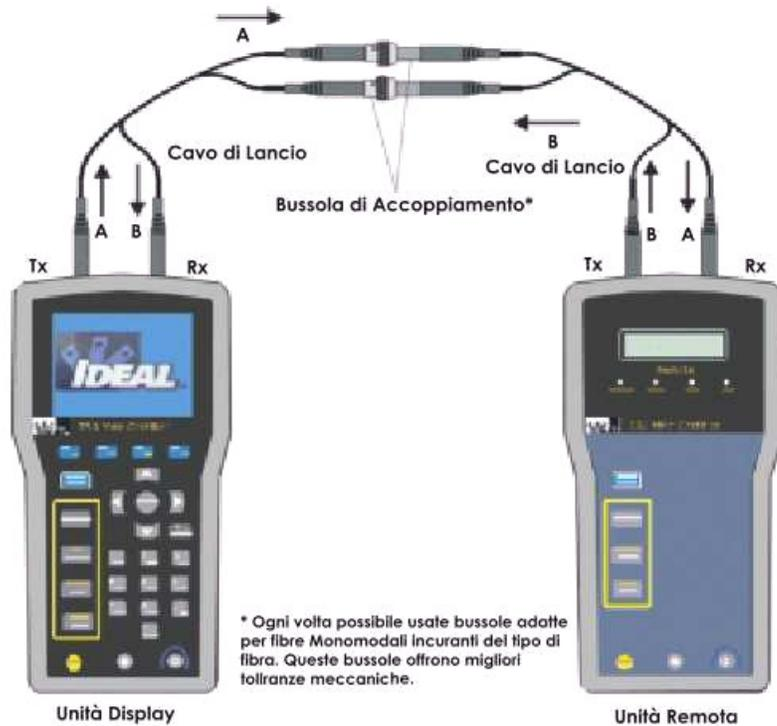

Figura 5: Configurazione ideale della Calibrazione da Campo
1. Collegate le unità Display e Remota come indicato nella figura 5. Poi accertatevi che le bretelle collegate siano compatibili con il tipo di fibra sotto test (es. 50µm vs. 62.5µm).